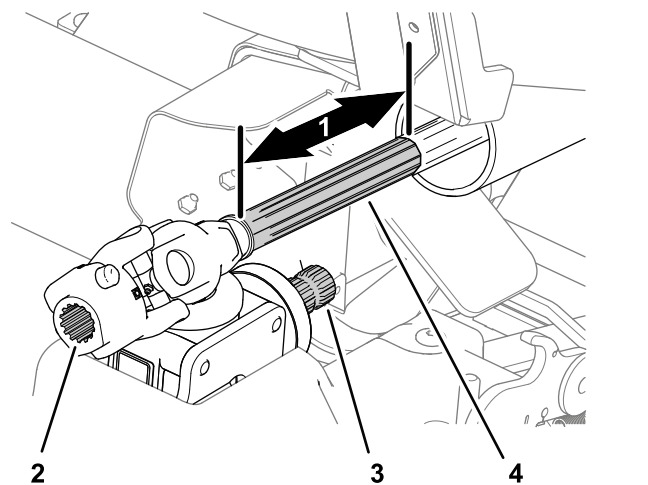

Figura 54
3. Curăai canelurile arborelui cutiei de viteze i canelurile arborelui de transmisie (Figura 54).
4. tergei suprafaa de alunecare a arborelui de transmisie faă (Figura 54).
5. Aplicai produs antigripare pe canelurile arborelui cutiei de viteze i ale cuplajului universal (Figura 54).
6. Aplicai produs antigripare pe suprafaa de alunecare a arborelui de transmisie faă (Figura 54).
2. Tragei în faă jumătatea frontală a arborelui de transmisie (Figura 54) cu aproximativ 25 de cm.